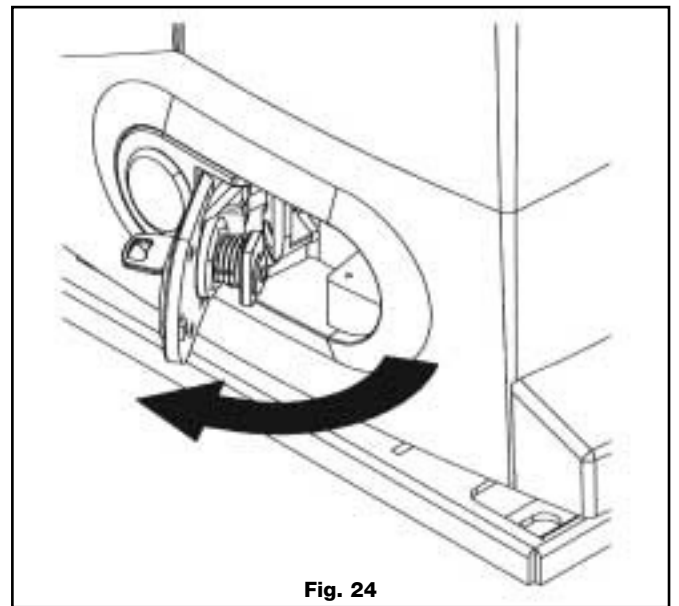

Fig. 24
- c) Tirer légèrement vers l'extérieur la clé pour faire sortir le portillon, puis tirer celui-ci vers l'extérieur jusqu'à son arrêt (fig. 24); le portillon, doté d'une came, désaccouple la transmission.